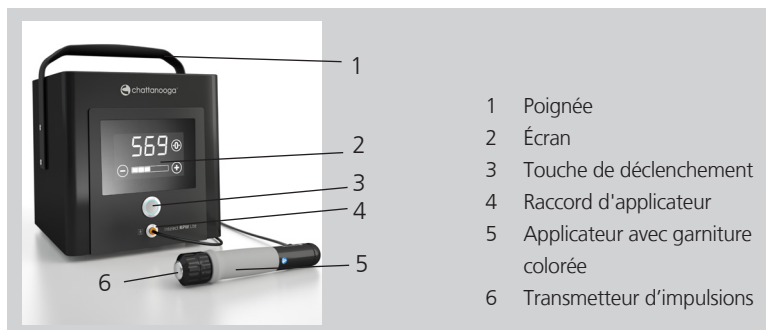

Fig. 3-1 Face avant du Intellect RPW Lite
- Appuyez sur la touche de déclenchement sur l'appareil (Fig. 3-1/3).